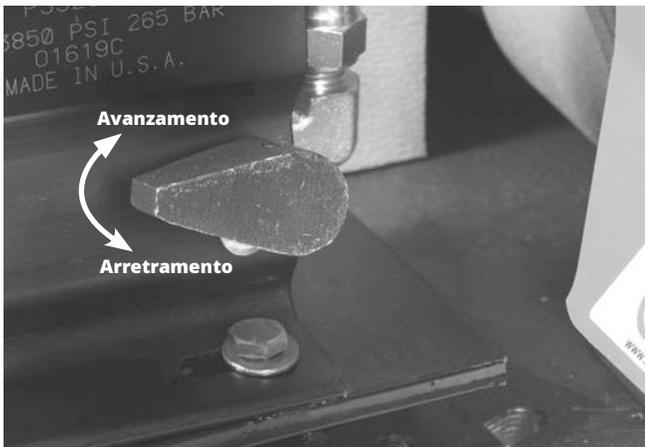

Figura 9 - Posizione della leva di rilascio pompa
- Per fare arretrare la scanalatrice a rulli, spostare la leva della pompa nella posizione di arretramento. *Vedere la Figura 9.*